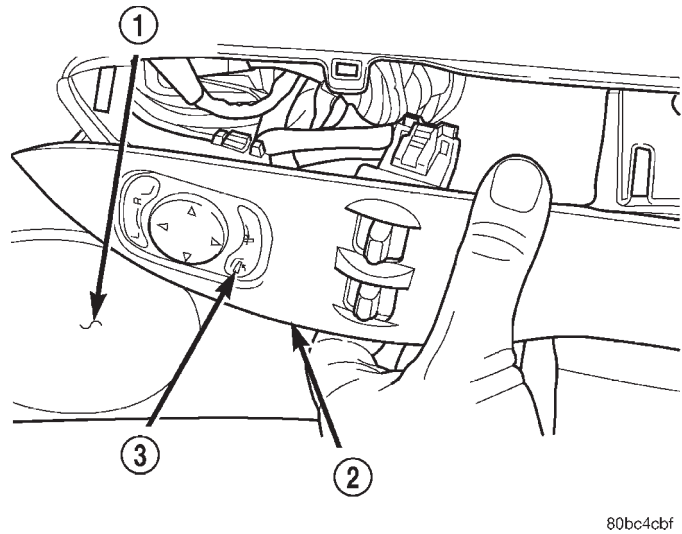
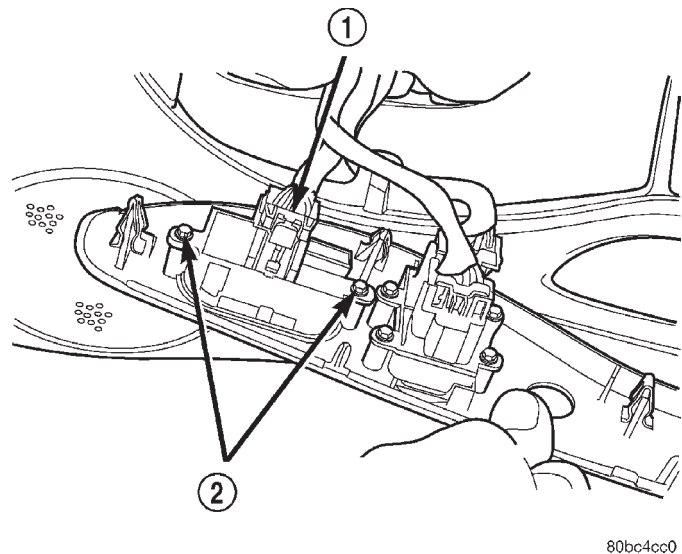

Fig. 3 Conmutador de espejos plegables automáticos
Fig. 4 Marco del conmutador de espejos plegables automáticos
- (1) Desconecte y aísle el cable negativo de la batería.
- (2) Utilice con cuidado una varilla tapizada (herramienta especial nº C-4755) u otra herramienta equivalente, para levantar con suavidad el marco del conmutador de ventanilla y sacar el panel tapizado de puerta delantera (Fig. 3).
- (3) Desconecte el conector de cables del conmutador.
- (4) Retire los dos tornillos de retención del conmutador (Fig. 4).